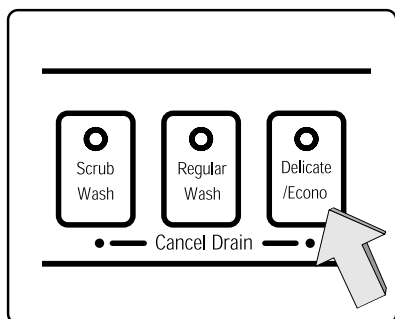

Figure 34/Ilus. 34
2. Press and hold down the right-most of the two buttons labelled "Cancel Drain", as shown in Figure 34, then press and hold the On/Off button. When the light on the "Cancel Drain" button you are pressing illuminates, and the tone begins to sound, release both buttons.
2. Presser et maintenir les deux touches de droites «Cancel Drain», voir figure 34, puis presser et maintenir la touche marche-arrêt. Lorsque le voyant sur la touche «Cancel Drain» s'allume et que la tonalité retentit, relâcher les deux touches.
2. Pulse y oprima el botón a la derecha rotulado "Cancel Drain" (es decir Cancelar Evacuación), tal como muestra la Ilustración 34, después pulse y oprima el botón Prender/ Apagar [On/Off]. Deje de oprimir ambos botones cuando se prende la luz del botón "Cancel Drain" y el timbre empieza a sonar.